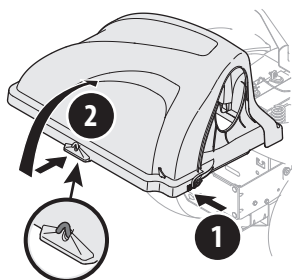

Figura 18
- Abra la cubierta de la embolsadora empujando hacia adentro la lengüeta posterior derecha con la mano derecha (1), y levantando la cubierta con la mano izquierda en el centro de la parte posterior de la cubierta de la embolsadora (2) como se ve en la Figura 18.